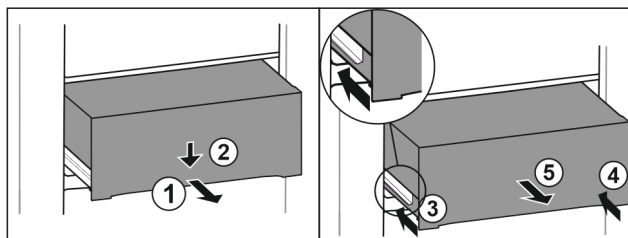

Fig. 133
- Izvucite ladicu na pola. Fig. 133 (1)
- Pritisnite ladicu naprijed prema dolje. Fig. 133 (2)
- Gurnite lijevu vodilicu za oko 2 cm. Fig. 133 (3)
- Gurnite desnu vodilicu za oko 2 cm. Fig. 133 (4)
- Izvadite ladicu prema naprijed. Fig. 133 (5)